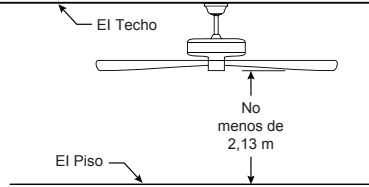

Figura 2
### Uso de perfil profundo (Figura 2)
2. Extraiga la pieza de la bola colgante de la unidad de la bola colgante / varilla aflojando el tornillo de presión de la bola colgante hasta que la bola se libere de la varilla. Retire el pasador del barril y luego extraiga la semiesfera. Conserve el pasador y la semiesfera para su reinstalación en el Paso 7. (Figura 2)
Debe colgar el ventilador a una distancia mínima de 2,13 m desde las aspas hasta el piso. (Figura 2)
Para evitar una posible descarga eléctrica, asegúrese de cortar la alimentación eléctrica de la caja de fusibles principal antes de alambrado el ventilador. (Figura 2)
2. Coloque y ajuste firmemente la cubierta para el tornillo de la base sobre los tornillos de reborde de la abrazadera para colgar mediante el mecanismo de seguro por giro del chavetero. (Figura 2)
2. Fije la cubierta de aspa al volante del motor mediante los 3/16"-24 tornillo de cabeza plana. (Figura 2)
2. Instale la carcasa de interruptor en el soporte utilizando las dos ranuras principales de conexión. Vuelva a colocar el tornillo retirados previamente y asegure los tres tornillos. (Figura 2)
2. Restaure la fuente de alimentación de la toma de corriente enciendi la electricidad del fusible principal. (Figura 2)